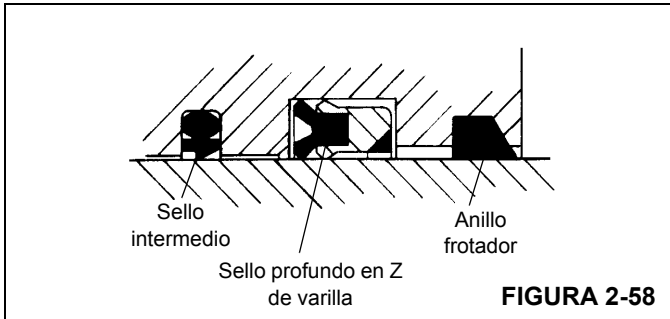

FIGURA 2-58
1. Instale los anillos de desgaste, el sello y el anillo frotador de repuesto en el interior de la cabeza (vea la Figura 2-58).